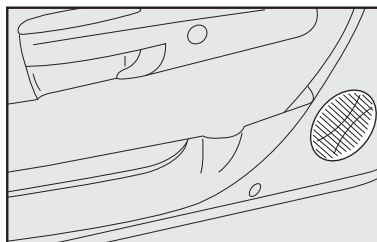

fig. 79
- alto-falantes na porta dianteira **fig. 79**.